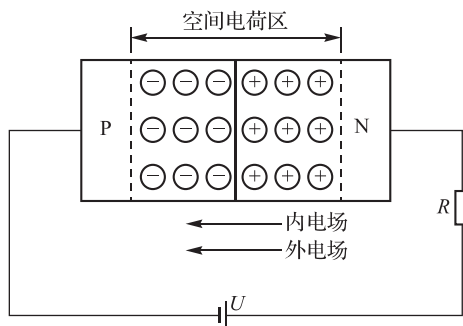

图 1-8 外加反向电压
(2)反向特性。反向特性是 PN 结外加反向电压,即电源正极接 N,电源负极接 P 时的特性,如图 1-8 所示。PN 结外加反向电压也称为反向偏置,这时外电场与内电场方向一致,空间电荷区加宽,多数载流子的扩散难以进行,扩散电流大大减小;但空间电荷区加宽有利于少数载流子的漂移,少数载流子形成的漂移电流与扩散电流方向相反,因此漂移电流又称为反向电流。反向电流是少数载流子形成的,少数载流子的浓度很低,所以反向电流很小;温度一定时,反向电流基本不随反向电压变化。